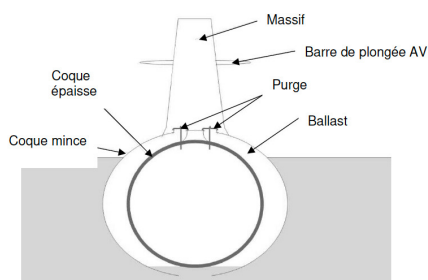

Figure 3- Schéma d'un sous-marin vu de face (Source : wikipedia.org)
4. On cherche à déterminer la pression exercée par l'eau sur la coque interne (dite coque épaisse) du sous-marin (voir figure 3). Pour simplifier, on assimile l'ensemble de celui-ci à un cylindre de rayon R et de longueur L . On suppose que le sous-marin est en position horizontale dans l'eau et que son axe est à la profondeur z_C . Donner l'expression vectorielle de la poussée d'Archimède qui s'exerce sur le "sous-marin". Que représente physiquement cette force ?
La figure 3 montre la présence de ballasts entre la coque mince extérieure et la coque épaisse intérieure. Ce sont des réservoirs d'eau ou d'air pouvant être remplis ou vidés.